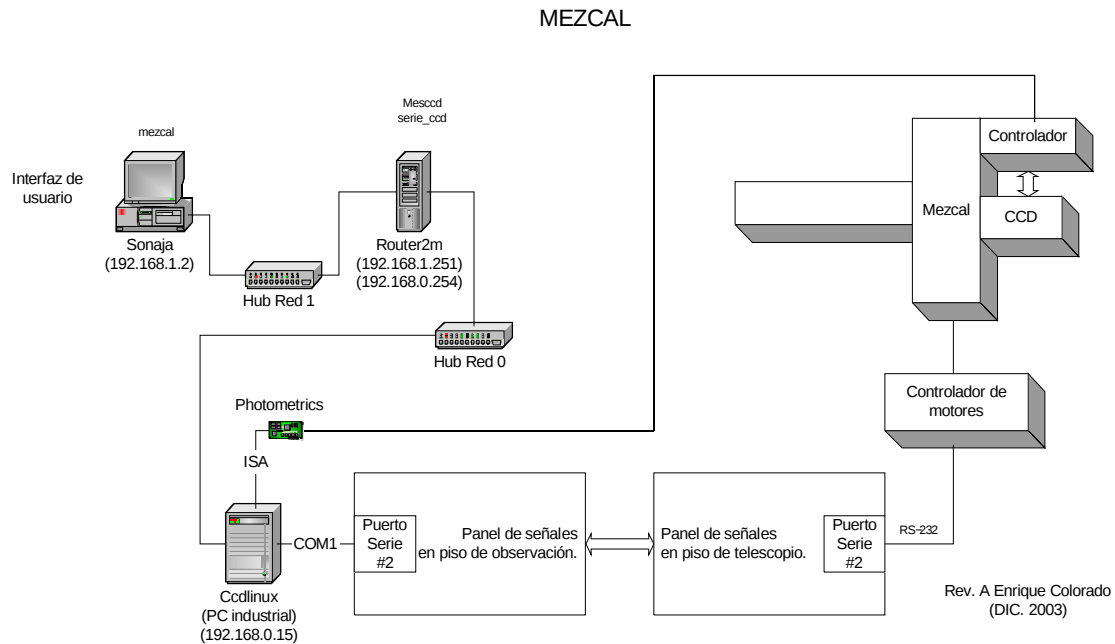

Figura 1.– Diagrama general de conexiones.
2. Sujetar el instrumento de su base, utilizando la grúa y además poner tensores para que no se flexione en sus extremos. Nunca hacer esfuerzo sobre el extremo del brazo del espectrómetro que termina en una caja cuadrada, pues ahí se localiza la rejilla de difracción. Ver Figura 1.
4. Al subir el instrumento con la grúa a la plataforma, cerciorarse de que esté se encuentre balanceado utilizando un nivel. La orientación de instalación por omisión se muestra en la Figura 1, esta será siempre ya con el brazo del instrumento hacia el Oeste y el lado del contrapeso hacia el este. Esta orientación del instrumento E – O implica que la rendija queda orientada N – S.
A continuación se describen las conexiones eléctricas necesarias para operar el instrumento, usar la figura 1 como guía general de instalación.